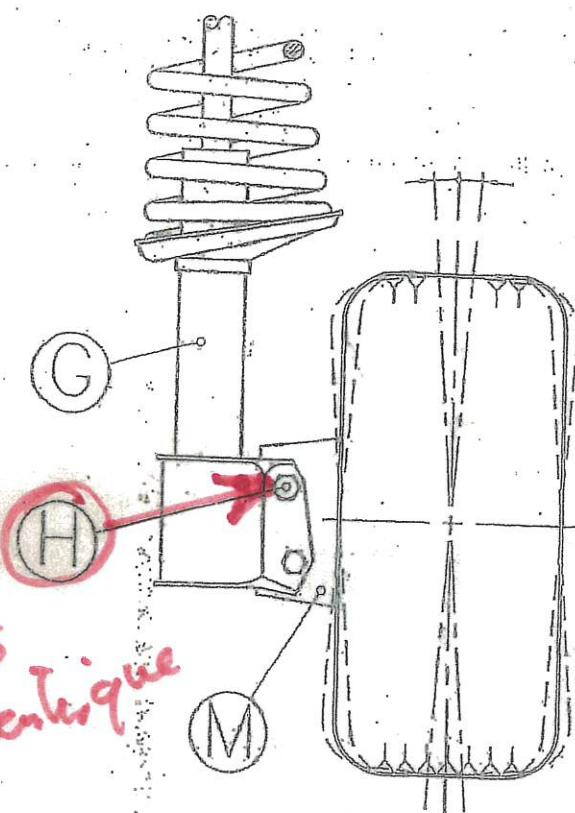

FIG. 1
1. In fase di rimontaggio dell'ammortizzatore, sostituire il bullone (H) dell'attacco superiore al mozzo ruota (M) con il bullone (A) eccentrico (vedi fig. 1).